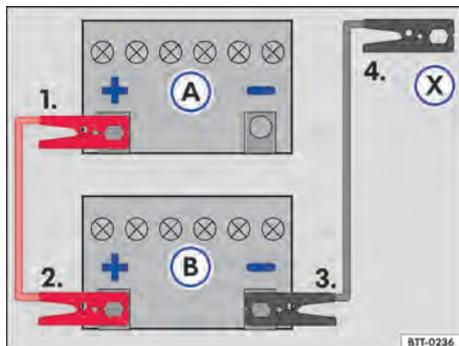

Fig. 177 Esquema para a conexão dos cabos auxiliares de partida: bateria do veículo descarregada (A) e bateria do veículo fornecedora de corrente (B).
Legenda para → Fig. 177:
Conectar o cabo auxiliar de partida somente na sequência 1 – 2 – 3 – 4 → Fig. 177.
- Conectar uma extremidade do cabo auxiliar de partida *vermelho* ao polo positivo (+) do veículo com a bateria do veículo descarregada → Fig. 177 (A) → **A**.
- Conectar a outra extremidade do cabo auxiliar de partida *vermelho* ao polo positivo (+) do veículo fornecedor de corrente (B).
- Conectar uma extremidade do cabo auxiliar de partida *preto* ao polo negativo da bateria do veículo fornecedor de corrente (B).
- Conectar a outra extremidade do cabo auxiliar de partida *preto* (X) no veículo com a bateria do veículo descarregada em uma peça maciça de metal aparafusada firmemente ao bloco do motor ou no próprio bloco do motor - porém não nas proximidades da bateria (A) → **A**.